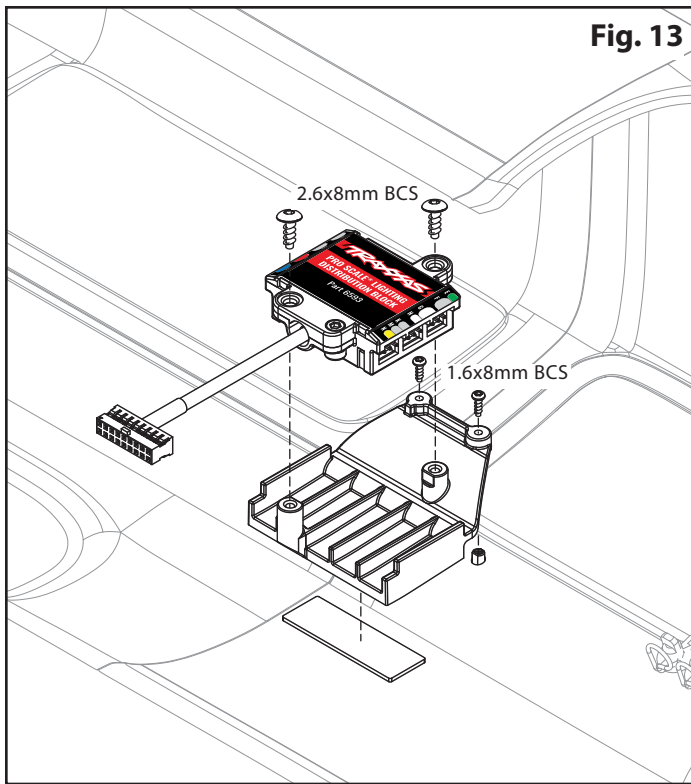

Fig. 13
3. Lösen Sie die 1,6-x-5-mm-Halbrundschaubenen (2) an der Türgriffhalterung der Fahrertür (linke Seite) (G). Nehmen Sie die Halterung ab.
4. Ziehen Sie die Schutzfolie auf der Rückseite des Klebebands ab und bringen Sie das Klebeband am flachen Teil der Rückseite des Verteilerblocks an (Abb. 13). Ziehen Sie die Schutzfolie auf der anderen Seite des Klebebands noch nicht ab.
5. Installieren Sie die Verteilerblockhalterung und sichern Sie sie mit den 1,6-x-5-mm-Halbrundkopfschrauben (2), wie in Abbildung 13 gezeigt.
7. Sichern Sie den Verteilerblock mit den im Lieferumfang enthaltenen 2,6x8-mm-Halbrundkopfschrauben an der Halterung (Abb. 13).